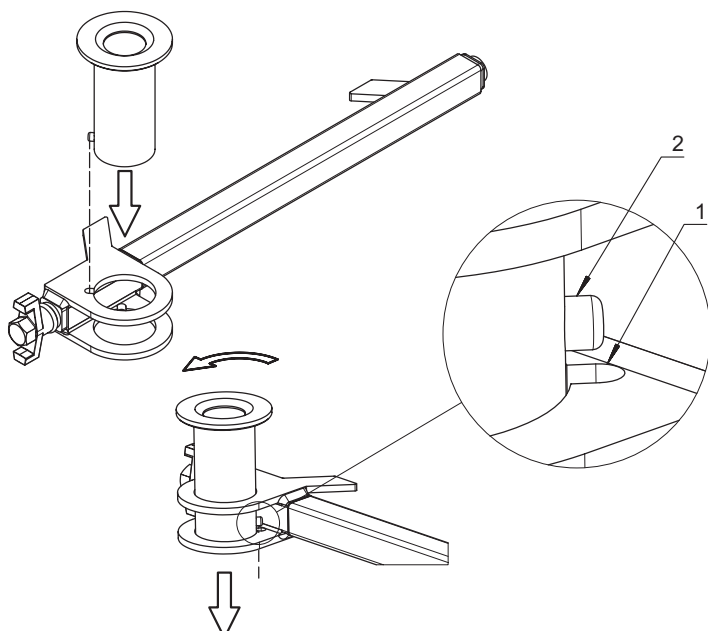

Figura 21. *Instalación de la Copa de Brida de Acero*
5. Instale la pieza con forma de copa en la abrazadera de columna de acero inferior. Hay un pasador situado en el lado de la copa, que tiene que pasar a través de las ranuras de cada asa en la abrazadera. Las ranuras en las asas no están alineadas, por lo que la copa debe girarse para pasar a través de ambas asas. Vea la figura 21 para obtener una vista detallada.